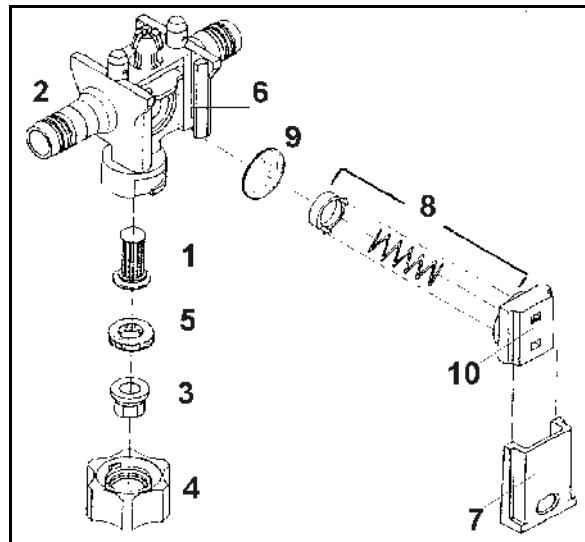

Fig. 151
Av og til må du kontrollere at spjeldet (Fig. 151/7) sitter godt.
- Det gjør du ved å trykke spjeldet så langt inn i dyseholderen (Fig. 151/2) som mulig, med et moderat trykk med tommelen.
- Dysefilteret (Fig. 151/1) monteres i dyseholderen (Fig. 151/2) nedenfra.
- Dysen (Fig. 151/3) settes inn i bajonettmutteren (Fig. 151/4)
- Legg inn en gummipakning (Fig. 151/5) over dysen.
Avleiringer i membransetet (Fig. 151/6) er årsaken til at dysen **drypper** når utliggerne er frakoblet. I så fall må membranene rengjøres på følgende måte:
- Spjeldet (Fig. 151/7) trekkes ut av dyseholderen (Fig. 151/2) i retning av bajonettmutteren.
- Ta ut fjærelementet (Fig. 151/8) og membranen (Fig. 151/9).
- Rengjør membransetet (Fig. 151/6).
Sørg for at fjærelementene monteres i riktig retning. Kantene på høyre og venstre side av huset til fjærelementet (Fig. 151/10) skal peke mot utliggerprofilen når elementet monteres.